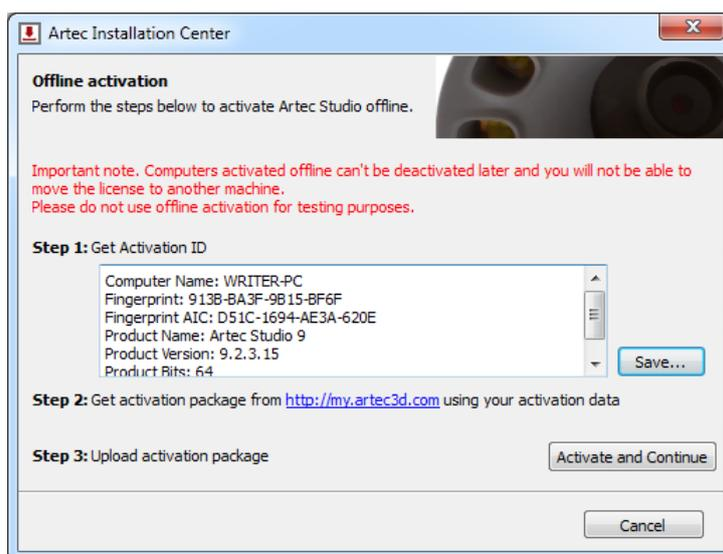

Рис. 4.14: Окно офлайн-активации
3. В окне офлайн-активации (Рис. 4.14) нажмите *Сохранить...* и сохраните файл с идентификатором активации на флеш-диск или другой носитель.